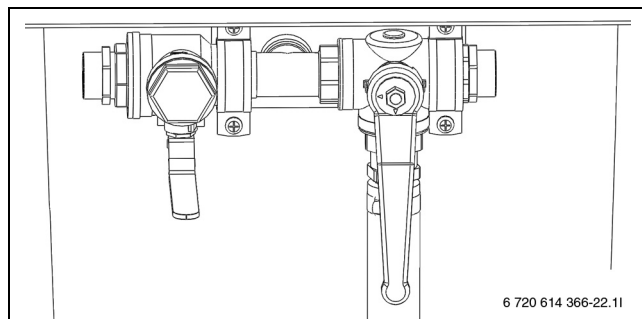

Рис. 26 Заполняющая станция в положении смешивания
- ▶ Установите краны заполняющей станции в положение смешивания (→ рис. 26).